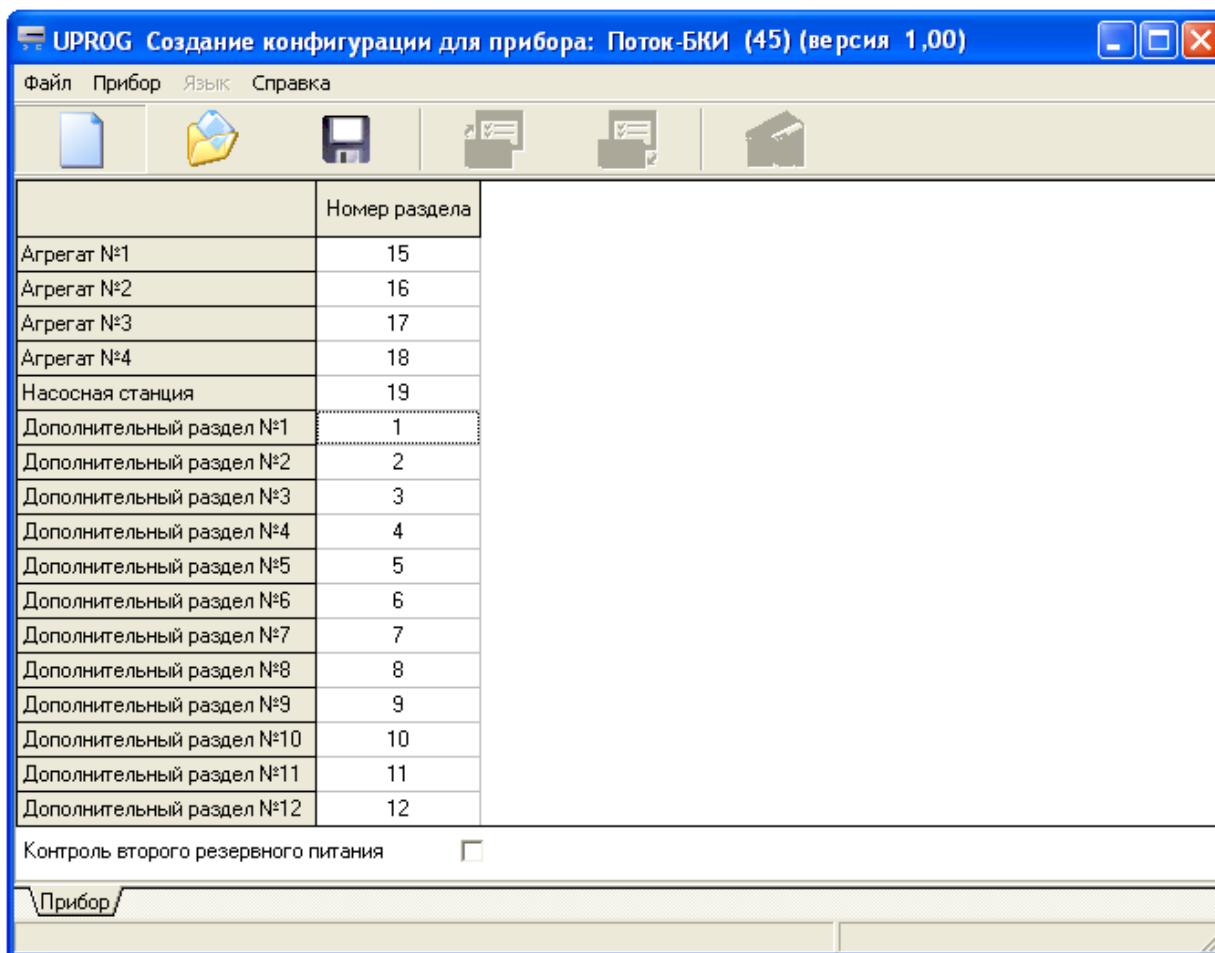

Рисунок 14
2. Откройте окно конфигурационных параметров блока «Поток-БКИ» в программе Uprog и присвойте индикаторам номера соответствующих разделов (см. Рисунок 14). При необходимости установите чек-бокс "Контроль второго ввода питания".